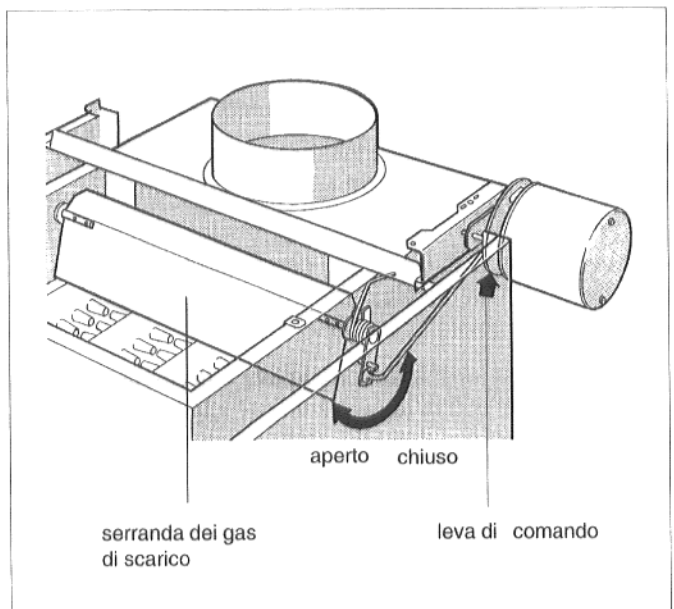

Fig. 16: Serranda dei gas di scarico
- Alla richiesta di calore, la serranda deve portarsi in posizione "AUF" (= APERTO). Verificare il cambiamento dal movimento della leva di comando (Fig. 16).